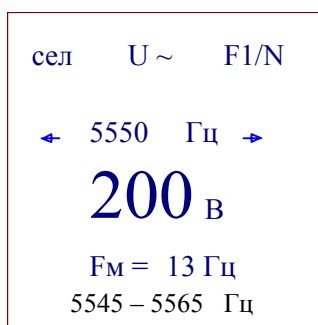

Рис.10. Окно измерений спектральных составляющих сигнала при наличии модуляции в селективном режиме.
- При контроле гармонического сигнала модулированного частотой 8 Гц или 12 Гц в селективном режиме на экране ЖКИ дополнительно высветится информация о частоте модуляции (Fм) и полосе селекции. Вид информации на экране ЖКИ представлен на рис.10.